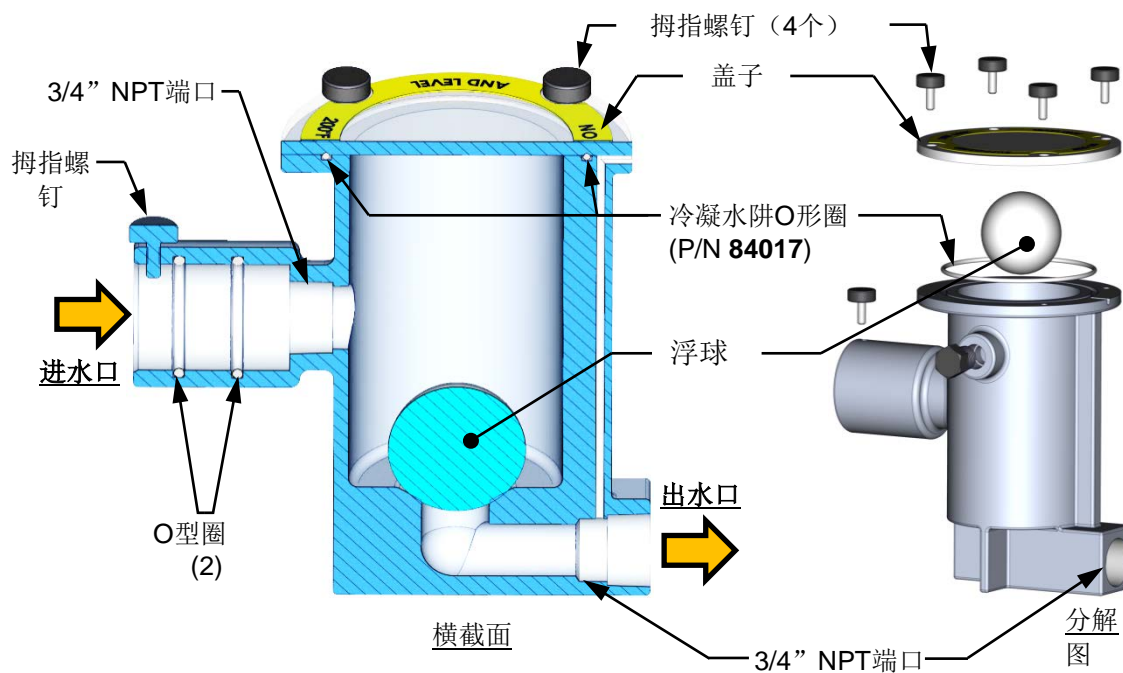

图 4-10: 外部冷凝水阱 - 横截面和分解图
1. 通过松开然后拆下冷凝水阱入口和出水口侧的连接（见图 4-10）来拆除外部冷凝水阱。